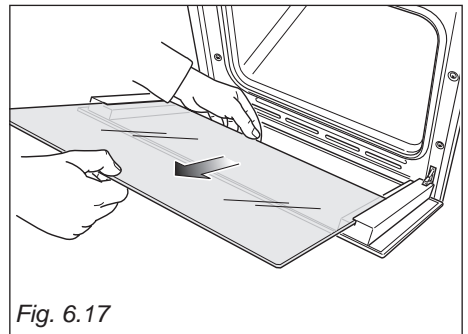

Fig. 6.17
- Försiktigt avlägsnas det inre glaset (Fig. 6.17).